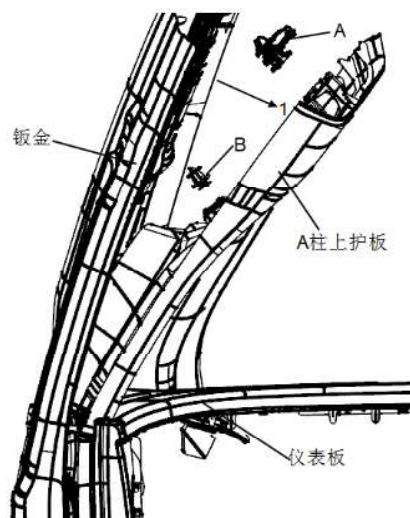

图1-58 A柱上护板拆卸示意
- (1) 松开 A 柱配合区域的门框密封胶
- (2) 拆除 A 柱除霜风口盖板
- (3) 拆除 A 柱上护板
- (4) 使用缠有保护胶带的一字螺丝刀沿图 1-58 中箭头 1 方向往外撬出前部底边，用双手往外掰。
- (5) 把塑料卡扣紧固点（3 个）从钣金分离后，沿图 1-58 中箭头 2 方向往上拿出 A 柱上护板。